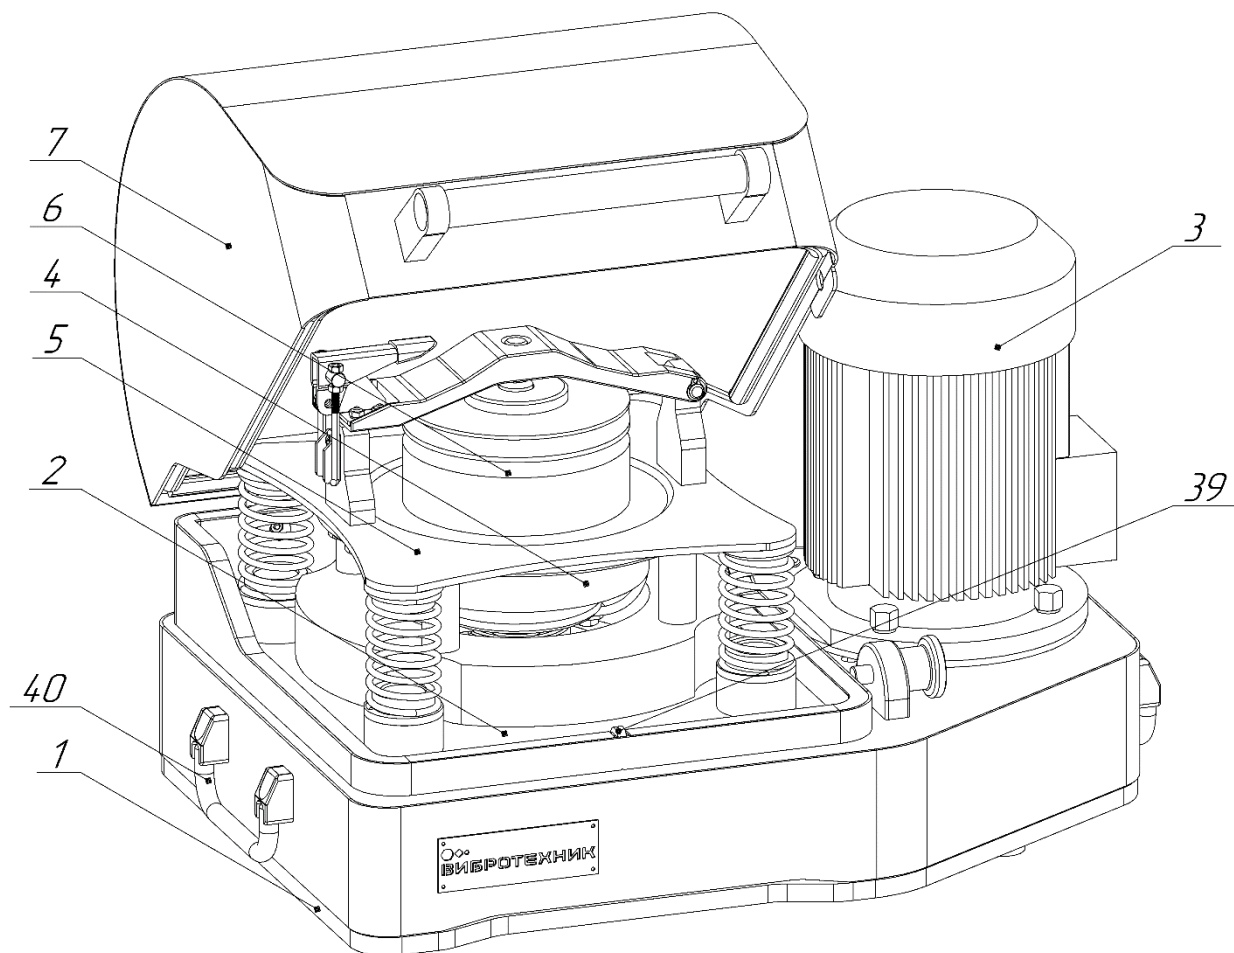

Рис. 1 Истиратель вибрационный ИВ 1. Общий вид
- г. проверьте работу микровыключателя 39 (Рис. 1), приподняв во время работы Истирателя крышку 7. После срабатывания микровыключателя, Истиратель должен включаться только при нажатии кнопки «ПУСК».
- 2.3.1 Отодвиньте защелку 38 и поднимите крышку 7 (Рис. 1) до упора.